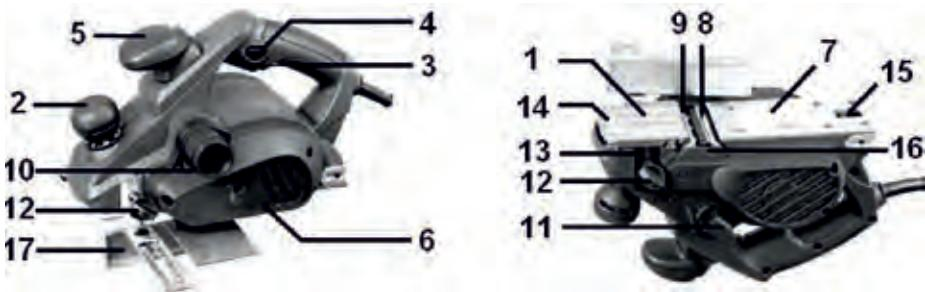

Рисунок 1
Для включения изделия вначале нажмите кнопку блокировки клавиши выключателя (4), а затем нажмите пусковую клавишу (3) (рисунок 1). Для отключения изделия клавишу (3) следует отпустить. Чтобы обработка была наиболее эффективной, рекомендуется закреплять заготовку под небольшим углом, а строгание производить сверху вниз.